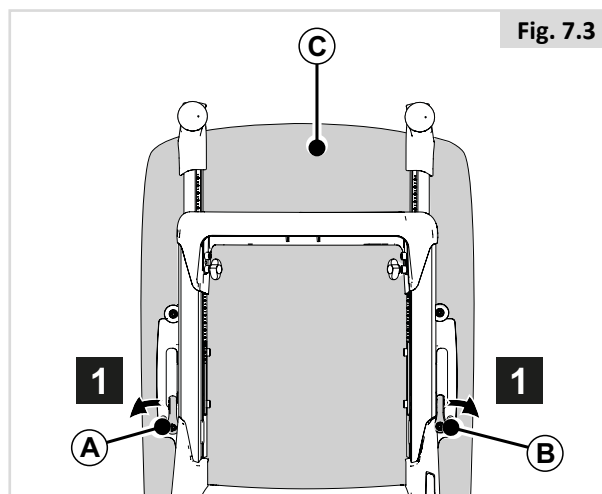

Fig. 7.3
7.2 Remover almofada traseira (Fig. 7.3)